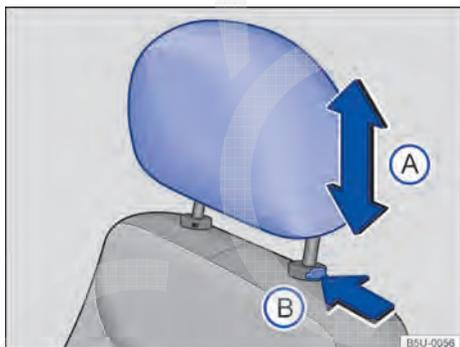

Fig. 67 Ajustar o apoio para cabeça dianteiro.
- Empurrar o apoio para cabeça para cima ou para baixo na direção da seta → Fig. 67 (A) → ▲ em *Introdução ao tema* na página 79.